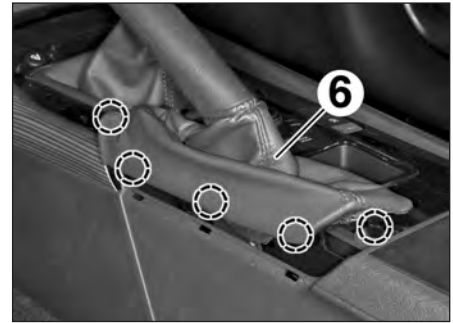

FIG. 15
- le soufflet (6) du levier de frein de stationnement (Fig.15),